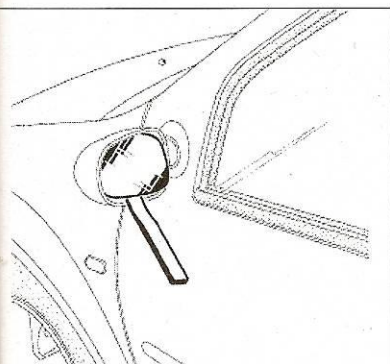

Fig. 49
- Exercer un effort de bras de levier à l'aide de l'outil adapter pour dégrafer la vitre (Fig.49).